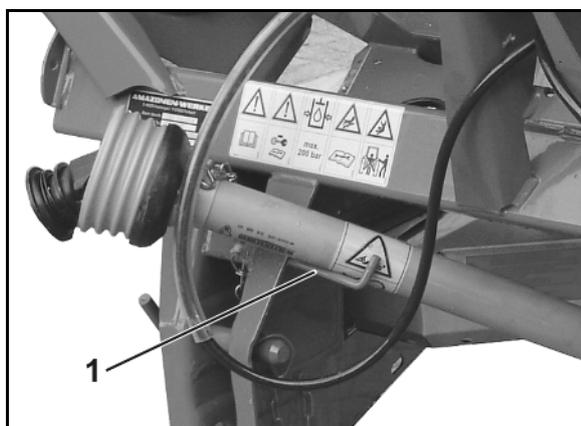

Fig. 36
5. Mettez l'arbre à cardan sur le support prévu à cet effet (Fig. 36/1).